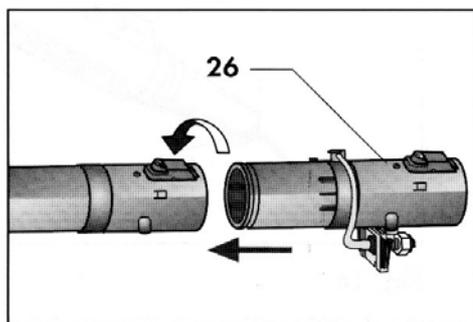

Fig. 17
- inserire la parte terminale femmina del tubo prolunga nella parte terminale maschio del nebulizzatore premendo il tasto rosso per il bloccaggio (**Fig. 17**);